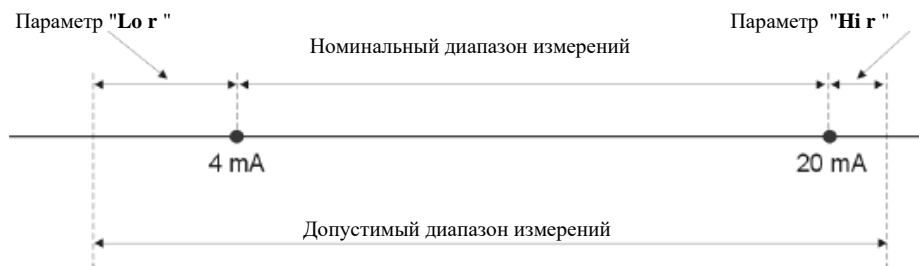

Рисунок 11 – Расположение измерительных диапазонов в режиме 4-20 мА
4.5.2 В режиме измерения результаты произведенных измерений отображаются на индикаторе. Измеритель-регулятор пересчитывает результаты измерений в индицируемые значения согласно характеристике выбранной пользователем. Диапазон результатов измерений соответствующий номинальному диапазону измеряемых значений, именуем как **номинальный диапазон измерений**. Диапазон результатов измерений соответствующий номинальному диапазону измеряемых значений вместе с расширениями, именуем как **допустимый диапазон измерений** (рисунок 11).